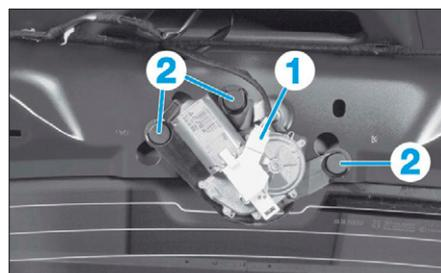

FIG. 80
- Débrancher le connecteur (1) (Fig.80).
- Pivoter le mécanisme pour l'extraire des agrafes (2).